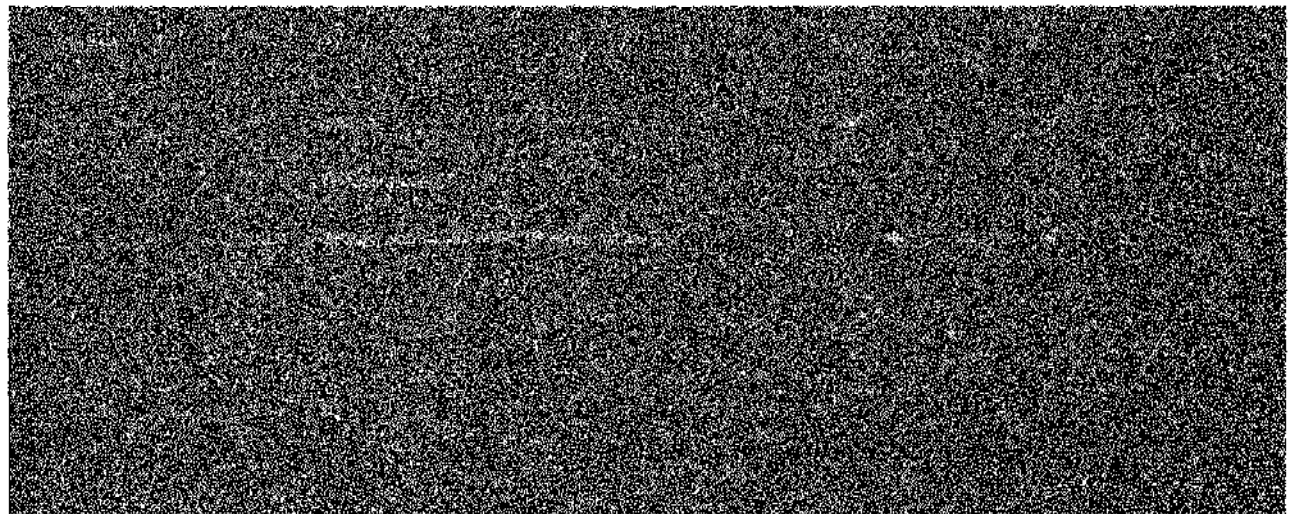

Рис. 3.4. Создаем виджет измерительного прибора
3. Теперь создадим новый виджет измерительного прибора **Gauge**, который будет отображать температуру (рис. 3.4).